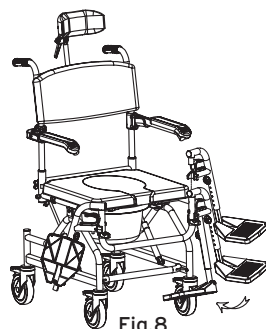

Fig.8
- Adicione os apoios de pés dos lados e rode-os para a frente até bloquearem (fig.8);